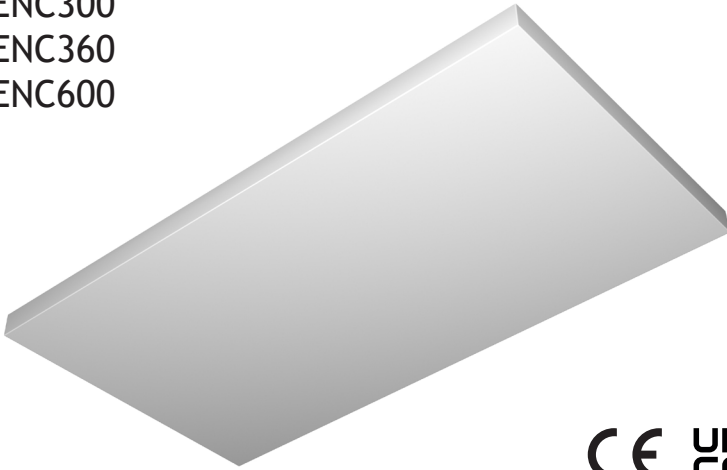
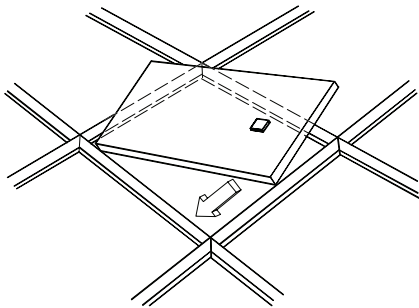

Fig.1a
Fig.3
1. The Energocassette can be fitted into suspended ceilings with visible T-bars 15mm or 24mm, fig.2, or fixed onto the ceiling using the supplied H-bracket, fig.3. Lowest installation height is 1.8m from floor level. Respect and follow the minimum distances to the surrounding surfaces, according to fig.1a. Fixed heater must not be mounted in front of a socket outlet.
2. When mounting onto the ceiling, secure the bracket first to the ceiling with three screws on each side with distances C/C¹ and C/C², see fig.3 and table. Insert the ENC in the H-bracket by hooking the fixings (B) into the fixing slots (A).
5. If the ENC is to be mounted with chains or wires, use the 4 existing fixings (B), as hanging points, see fig.3.
1. Der EnergoCassette kann in abgehängte Decken mit sichtbaren T-Träger von 15 mm oder 24 mm (fig.2) eingebaut oder mit der mitgelieferten H-Halterung an der Decke befestigt werden, fig.3. Die niedrigste Installationshöhe beträgt 1,8 m vom Boden. Beachten und befolgen Sie die Mindestabstände zu den umliegenden Flächen gemäß fig.1a. Befestigen Sie den Heizkörper nicht unter einem Wandsockel!
2. Bei Deckenmontage befestigen Sie die Halterung zuerst mit drei Schrauben an jeder Seite an der Decke, mit dem Abstand C/C¹ und C/C², fig.3. Führen Sie die EnergoCassette in die Halterung, indem Sie die Befestigung (B) in die Befestigungsführung (A) einhaken.
5. Wenn die ENC mit Ketten oder Drähten montiert werden soll, verwenden Sie die 4 vorhandenen Befestigungen (B) als Aufhängepunkte, siehe fig.3.
1. L'Energocassette peut être montée dans des plafonds suspendus avec des poutres en T visibles de 15 ou 24 mm, fig.2, ou fixée au plafond à l'aide du support en H fourni, fig.3. La hauteur d'installation la plus basse est de 1,8 mètres du sol. Maintenir les distances minimales aux surfaces environnantes, selon la fig.1a. Les poêles fixes ne peuvent pas être installés devant une prise murale.
2. Dans le cas d'une installation suspendue, commencer par fixer solidement le support au plafond, à l'aide de 3 vis de chaque côté, voir fig.3. Insérer la cassette dans le support en accrochant les attaches (B) dans les points prévus à cet effet (A).
5. Pour une installation par chaînettes ou tiges filetées, vous devez utiliser les 4 points de fixation existants (B), voir fig.3.
1. De EnergoCassette kan worden gemonteerd in verlaagde plafonds met zichtbare T-balken van 15 mm of 24 mm, fig.2, of aan het plafond worden bevestigd met behulp van de meegeleverde H-beugel, fig.3. De laagste installatiehoogte is 1,8 meter vanaf de vloer. Hou de minimale afstanden tot de omliggende oppervlakken aan, volgens fig.1a. Vaste kachels mogen niet voor een wandcontactdoos worden gemonteerd.
2. Als het panel aan het plafond wordt gemonteerd, zet dan eerst de beugel vast aan het plafond met drie schroeven aan elke zijde, met de afstanden C/C¹ en C/C², zie fig. 3 en table. Plaats de ENC in de H-steun door de haken (B) in de ogen te steken (A).
5. Als de ENC gemonteerd is met kettingen of draden, gebruik de 4 haken (B) om te bevestigen, zie fig.3.
1. Energocassette kan monteras infälld i undertak med synlig T-profil 15 mm eller 24 mm, fig.2, eller utanpåliggande på medföljande H-takfäste, se fig.3. Lägsta monteringshöjd är 1,8 m ifrån golvnivån. Respektera och följ min. avstånden till omgivande ytor enligt fig.1a. Fast monterad värmare får inte placeras framför ett vägguttag.
2. Vid utanpåliggande montering, skruva fast H-takfästet mot tak med tre skruvar på varje sida, med C/C¹ och C/C² avstånd, se fig.3 och tabell. Lyft därefter upp värmaren och haka i vinkelfästena (B) i H-takfästet (A).
5. Om montering sker med vajer eller kedja, kan de fyra vinkelfästena (B) användas som upphängningspunkter, se fig.3.